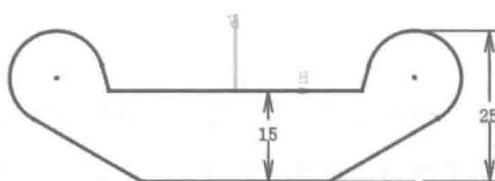

图 3.6 添加竖直约束
Step6. 添加图 3.6 所示的竖直约束。选择下拉菜单 **插入** → **约束** → **约束创建**